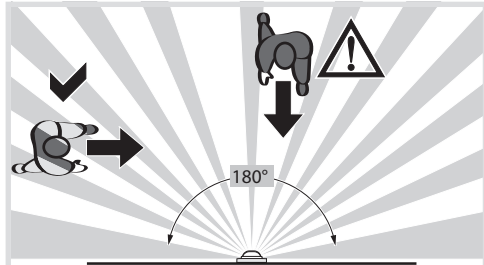

Figura 6: Dirección de movimiento y detección
- Tener en cuenta la dirección de movimiento: se distingue entre "desplazamiento directo" y "desplazamiento oblicuo". Los movimientos oblicuos con respecto al detector de movimiento se pueden detectar mejor que los movimientos directos hacia el detector de movimiento (figura 6).